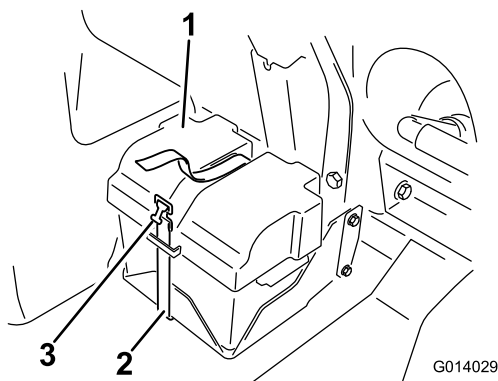

Рисунок 81
2. Снимите крышку аккумуляторной батареи и отсоедините отрицательный (черный, «земля») кабель от штыря аккумуляторной батареи (Рисунок 81).
4. Установите крышку аккумуляторной батареи и закрепите ее хомутом, снятым ранее (Рисунок 81).